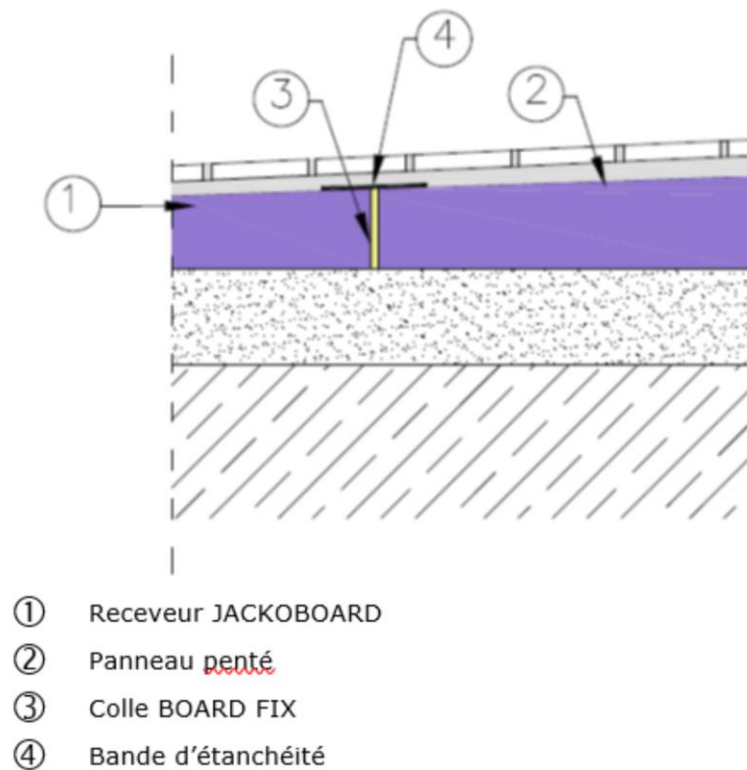

Figure 7 - Jonction receveur-panneau penté
2.4.1.3. Collage des panneaux pentés (figure 7)
2.4.3.3. Jonction entre le receveur et le panneau penté (cf. figure 7)